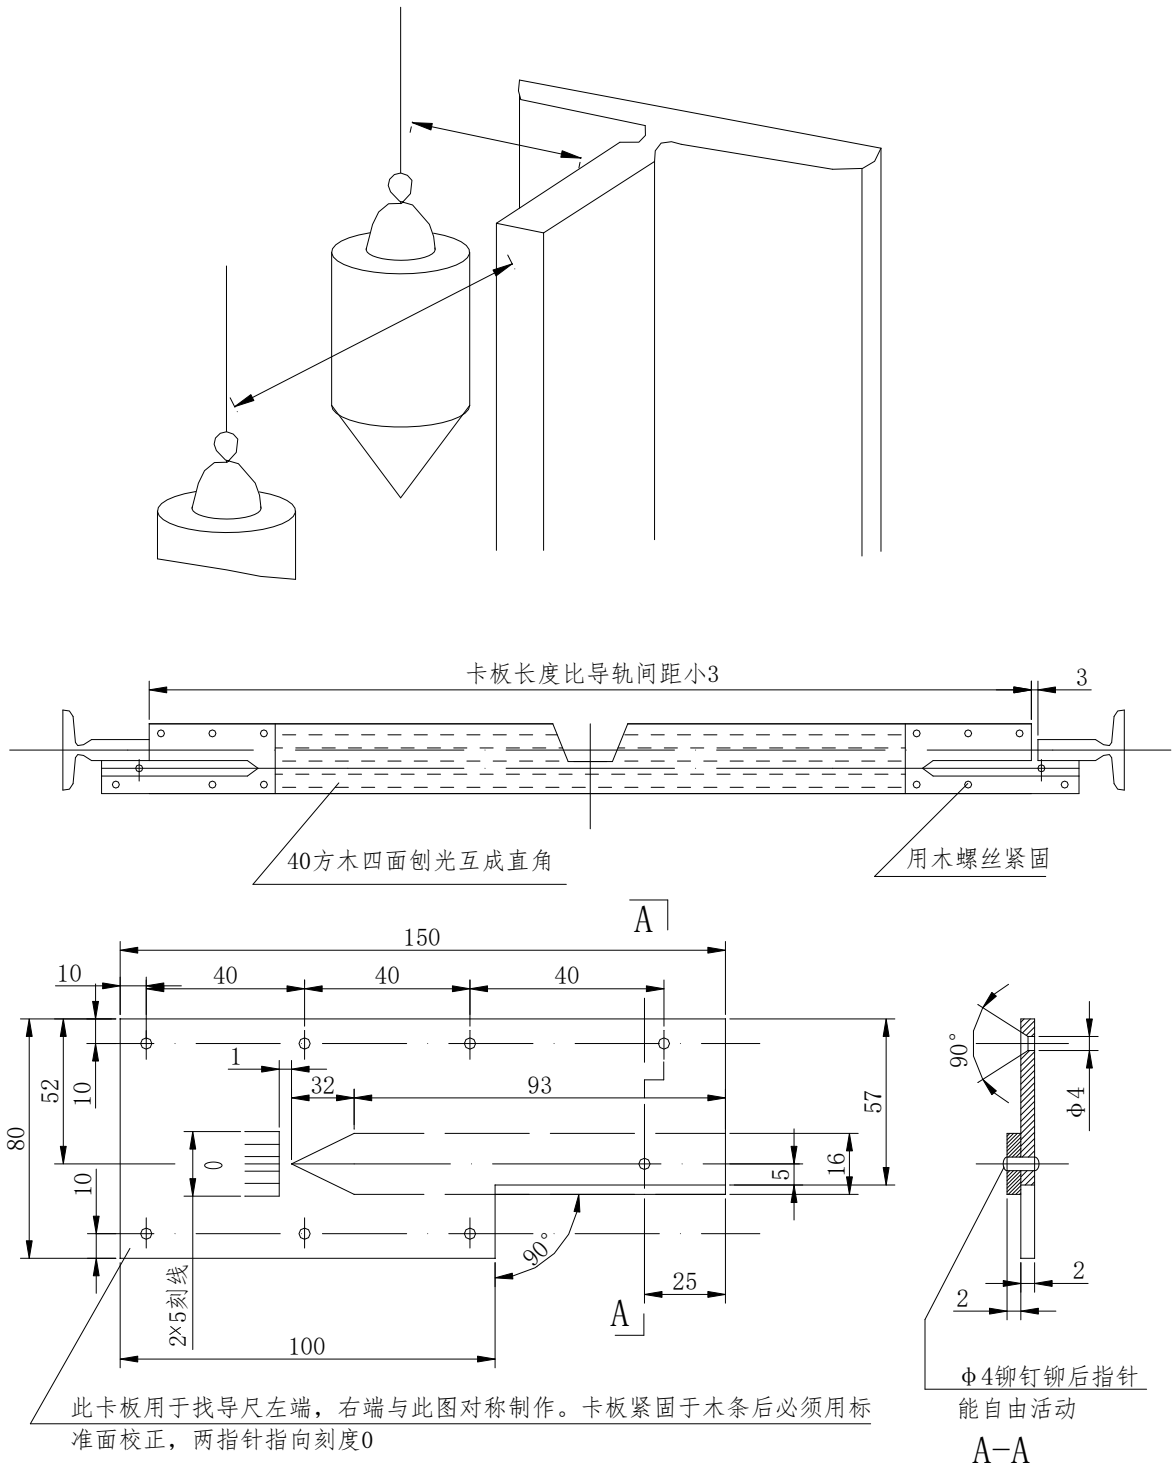

图 3-7, 3-8
- (2) 基准导轨也可以用双线调整法，在导轨的前面和工作侧面各吊挂一根铅垂线，用尺测量两面尺寸，并将导轨调整到规定的要求。见图3-7